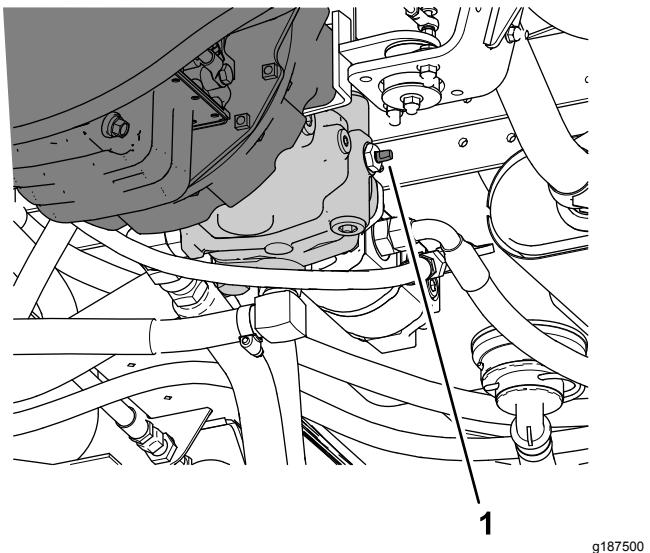

图 52
3. 将拖车阀图 52 向任意方向旋转 90° 打开拖车阀。